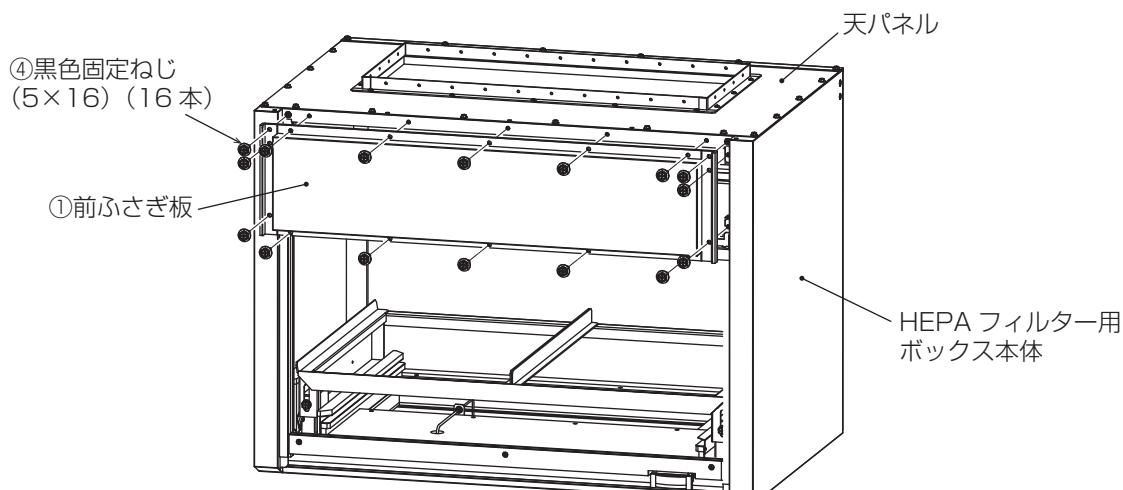

図4
- ②アタッチメントと③天ダクトフランジを取り付けた天パネルをHEPAフィルター用ボックス本体の元の位置に戻し、外したねじ(5×10ねじ12本)で固定する。···図4
- ①前ふさぎ板をボックス本体のルーバー組立があった位置にねじ穴を合わせながら押し込み、④黒色固定ねじ(16本)で固定する。···図4